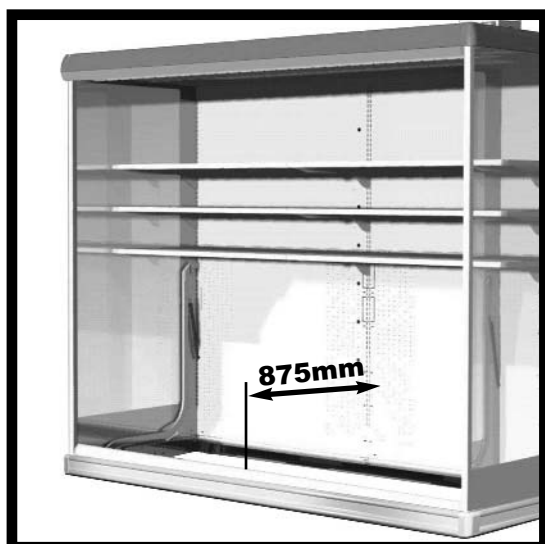

fig. 9
- che non ostruisca le feritoie che garantiscono il corretto flusso dell'aria refrigerata (vedi fig. 9 a pag. 6).